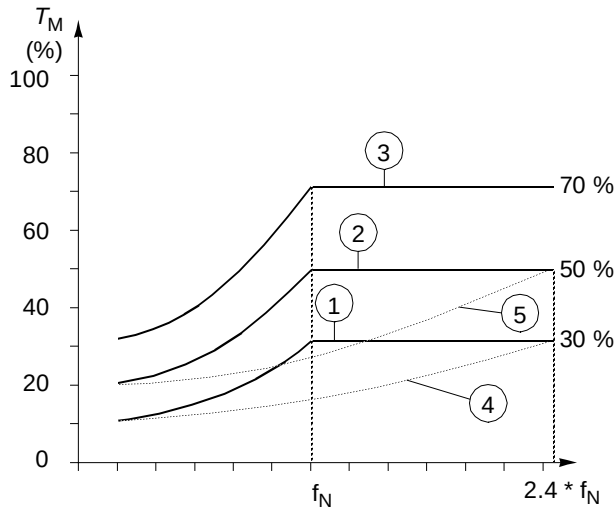

图 6-17 欠载曲线形式。T_M 为电机的额定转矩，f_N 为电机的额定频率。
30.15 UNDERLOAD CURVE 此参数提供了图 6-17 中所示的五种可选曲线。如果负载掉到设定曲线下的时间超过参数 30.14 的设置，欠载保护将起动。在启动数据参数 99.07 设定的电机额定频率处，曲线 1 ... 3 达到了最大值。